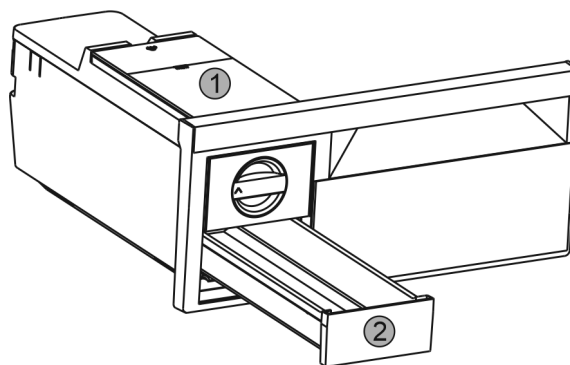

Fig. 50
- ▶ Vyjměte nádržku na vodu Fig. 50 (1) a zásuvku na kostky ledu Fig. 50 (2).